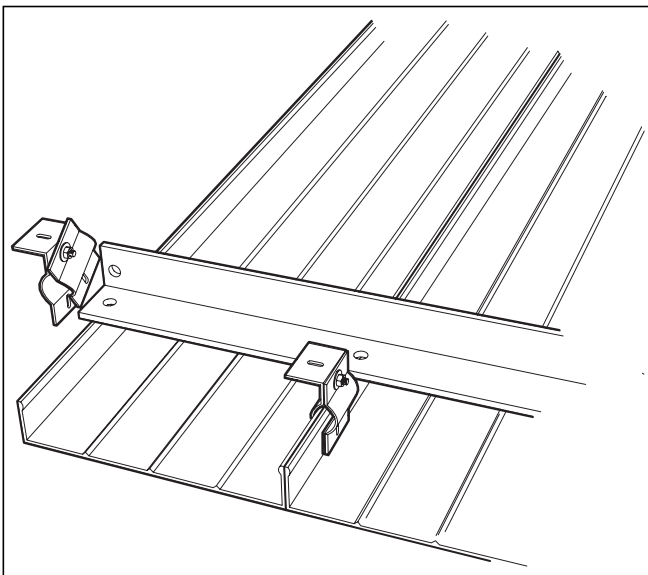

Abb. 7.12 Stehfalzhalter ausrichten
- Montieren Sie für die ersten beiden Kollektoren weitere drei Montagedreiecke gemäß Abb. 7.12 bis 7.17.